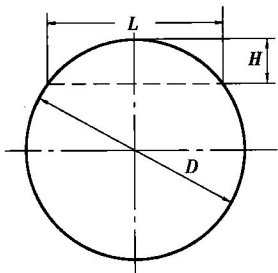

图 2.1 间接测量
(2) 间接测量。先测出与被测之量有一定函数关系的相关量, 然后按相应的函数关系式, 求得被测之量的测量结果。例如, 用“弦高法”测量大尺寸圆柱体的直径时, 是测量其弦长 S 与弦高 H , 通过公式 $D = h + S^2/4H$, 计算获得其直径 D 的实际值, 而不是直接测量其直径 D 。如图 2.1 所示。